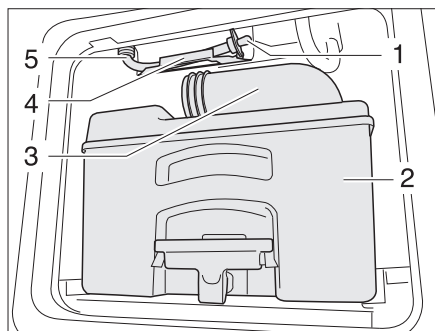

Fig. 257 Tubo de desagüe del depósito de agua del inodoro
- Vaciar el cassette (Fig. 257,2) en una estación de evacuación autorizada para ello y limpiarlo.
- Dejar el tubo de vaciado (Fig. 257,3) abierto.
- Sacar el tubo de desagüe (Fig. 257,5) de la sujeción (Fig. 257,4).
- Sacar el tapón de desagüe (Fig. 257,1) y dejar que salga el agua residual.